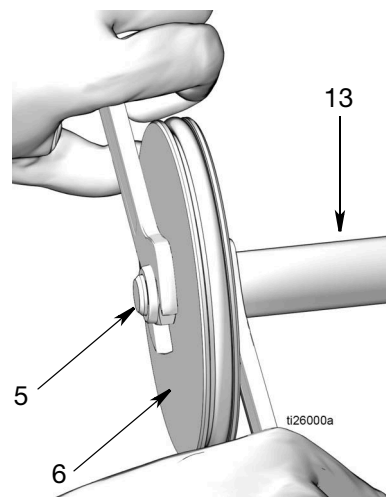

FIG. 19
15. Tige de piston (13) et piston (6)
- a. Tirer la tige de piston (13) et le piston (6) hors du vérin pneumatique (2) (Fig. 19).
- b. Pour séparer la tige de piston (13) et le piston (6), faire tourner deux clés dans le sens opposé l'une de l'autre. Poser une clé à fourche sur les méplats de la tige de piston ; la seconde clé est utilisée pour desserrer l'écrou (5) comme montré sur la Fig. 19.